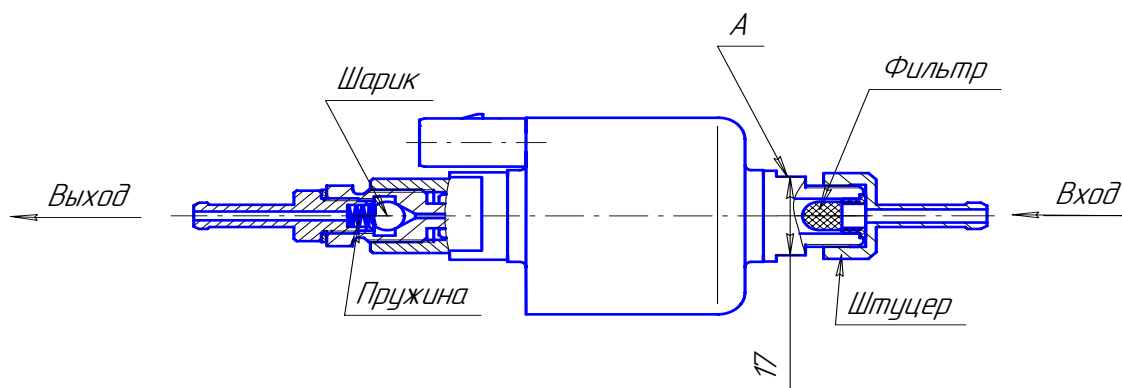

Рис. 5 – Топливный насос
- 1) демонтировать топливный насос с автомобиля. Зафиксировав ключом (ключ на 17 мм) от поворота за поверхность А, отвернуть штуцер и снять фильтр (см. рис.5, запрещается фиксация топливного насоса за другие поверхности при отворачивании и наворачивании штуцера);